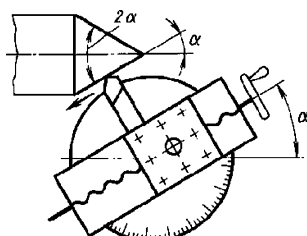

Рис. 42. Обработка конуса
**Приемы обработки конических поверхностей.** Конические поверхности можно обрабатывать при повороте верхних салазок суппорта с резцедержателем на угол  $\alpha$ , равный углу наклона обрабатываемого конуса (рис. 42). Подача резца производится вручную (рукояткой перемещения верхних салазок). Указанным способом обрабатывают конические поверхности, длина которых соизмерима с длиной хода верхних салазок.